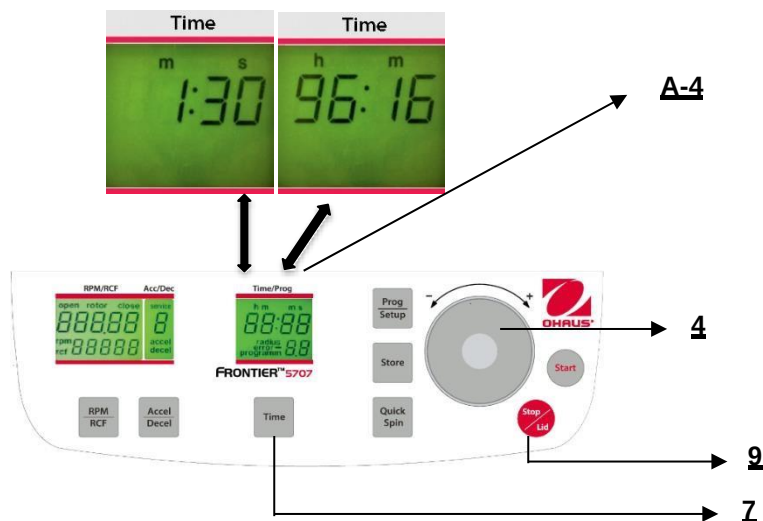

Figura. 17
Configure el valor deseado con el dial de ajuste (4). Después de exceder 59 min 50 s, la indicación cambia automáticamente a **"h : m"**. Después de exceder 99 horas 59 minutos, aparece la palabra **"cont"** en la pantalla **"Time"** (A-4). Esta operación continua solo puede interrumpirse al presionar el botón **"Stop"** (9). El tiempo inicia la cuenta regresiva en cuanto se alcanza la velocidad configurada. La pantalla siempre muestra el tiempo de operación restante. (Vea la figura 17)
Todos los pasos marcados con números se refieren a la Figura 17.